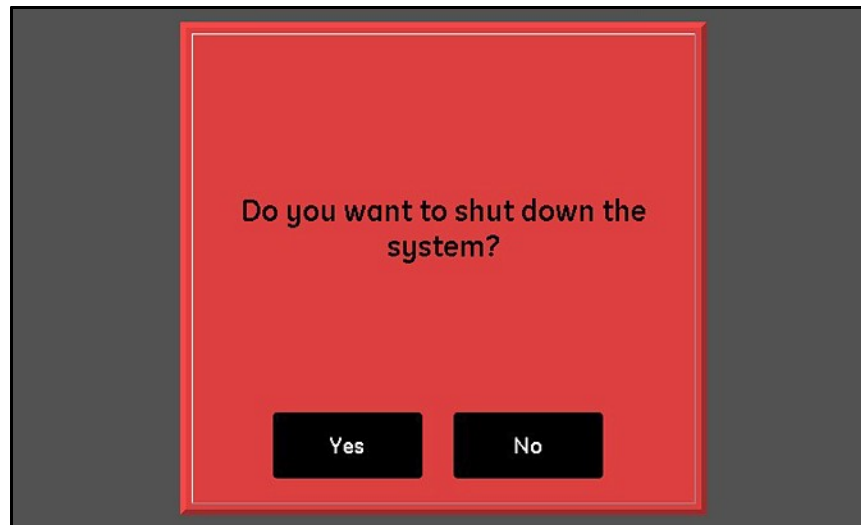

Figura 31: Pantalla de confirmación de apagado
3. En la pantalla de confirmación que se muestra en la *Figura 31*, pulse el botón **Sí** para apagar la unidad o el botón **No** para cancelar la solicitud.
Para apagar el sistema moisture.IQ, pulse el botón **Apagar**. A continuación, pulse **Sí** o **No** cuando aparezca una pantalla de confirmación similar a la de la *Figura 31 en la página 35*.